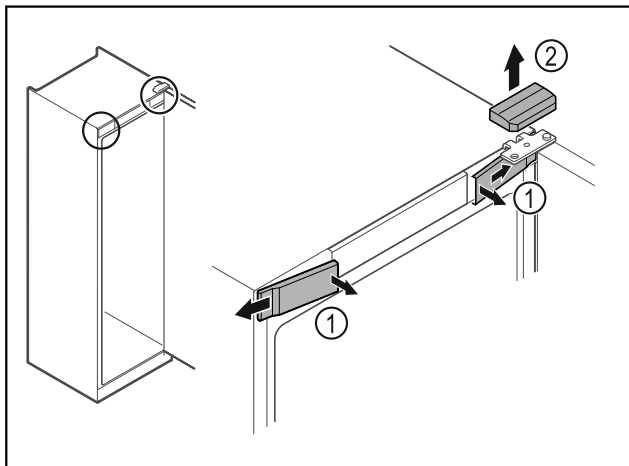

Fig. 8 \*
- ▶ Atbrīvojiet priekšējos pārsegu Fig. 8 (1) iekšpusē un noņemiet uz sāniem.\*
- ▶ Noņemiet augšējo pārsegu Fig. 8 (2) uz augšu.\*